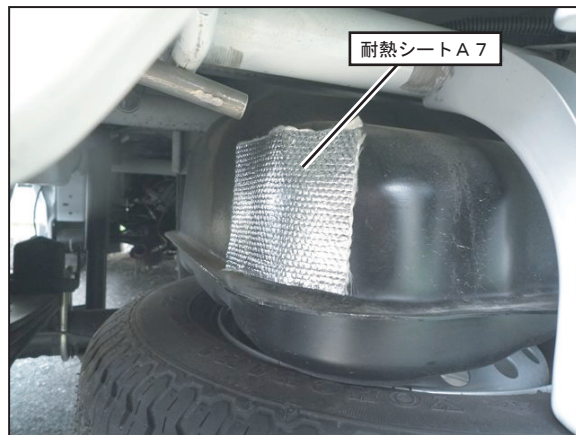

FIG. 8
- 1 2. FIG. 8の写真を参考に、③テールパイプRとガソリ
(FIG. 8参照)